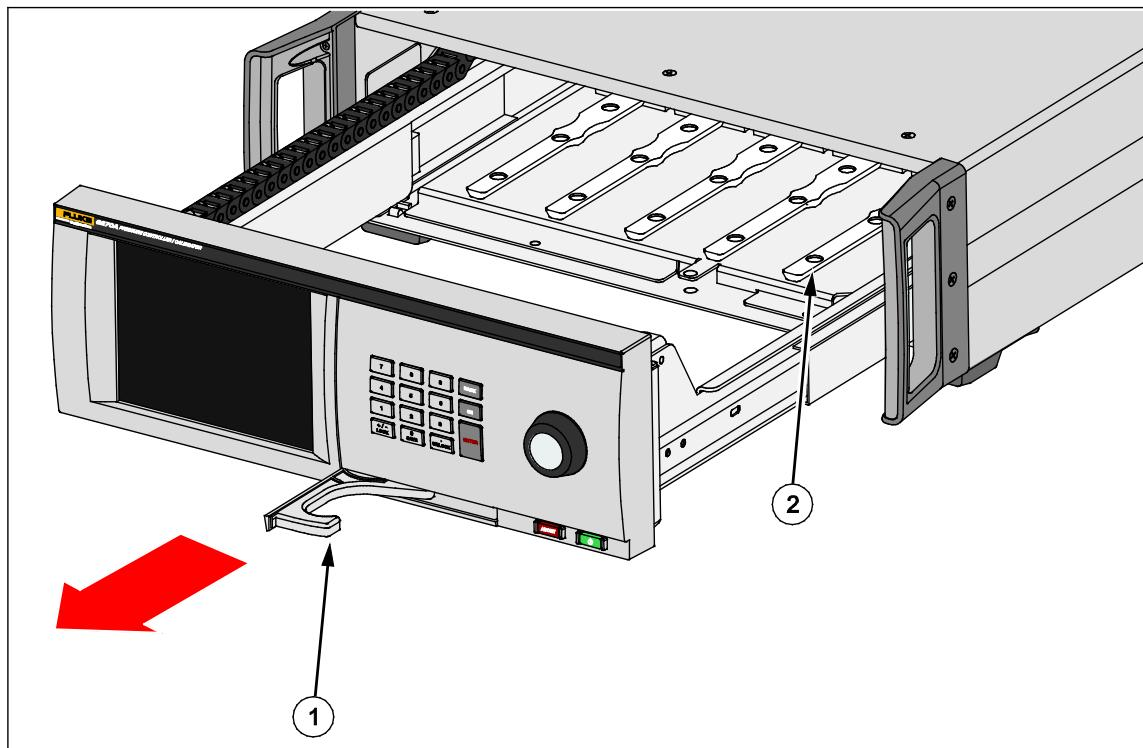

图 2. 模块托架
要检修模块托架，请参见图 2：
5. PMM 的底部有一个插槽，产品内壳底部的轨道卡入该插槽，请参见图 2 (②)。将轨道和插槽对齐，然后将 PMM 滑入底座直至停止。参见图 3。